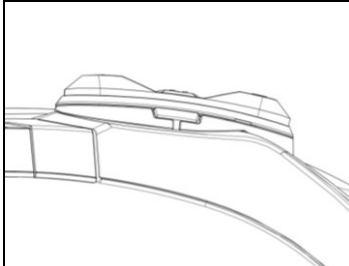

Fig. 21
- Fastgør tastaturet til styrthjelmen ved at indkoble de relevante kroge (Fig. 21).